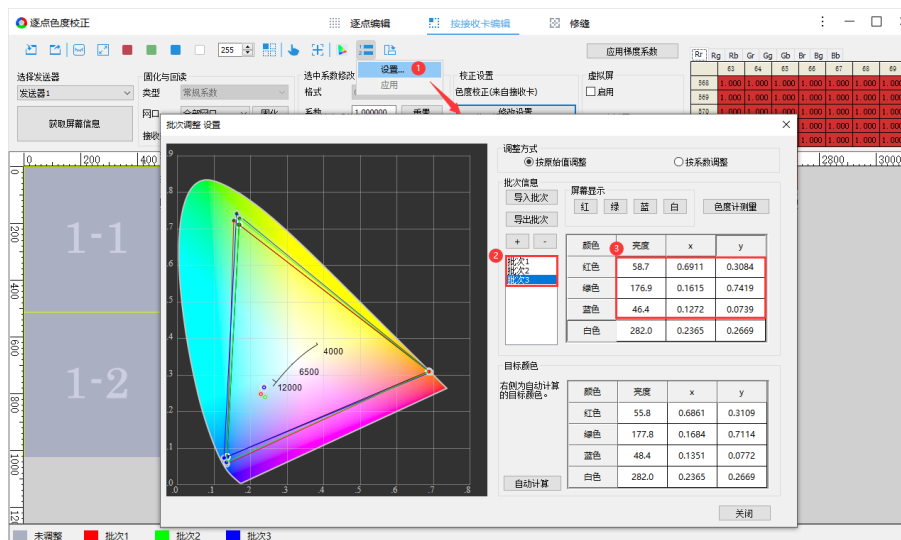

图 8.3.6 设置批次信息
- 步骤 1: 点击, 选择“设置”，打开批次调整弹窗，选择调整方式，添加批次，通过修改输入值或导入批次，设置批次信息。如图 8.3.6 所示。